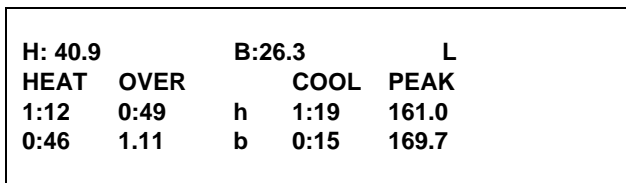

Figura 79
Os registros de temperatura do reservatório e do cilindro para cada lado da máquina são exibidos na segunda e terceira telas. A segunda tela mostra o lado esquerdo (L) da máquina de sorvete. (Veja a Figura 79.)